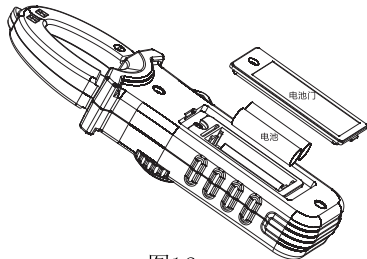

图12
十一、仪表保养及维护(图12)
- 1.本产品的电源为2节AAA 电池，仪表如出现以下情况，请按图12所示更换电池。